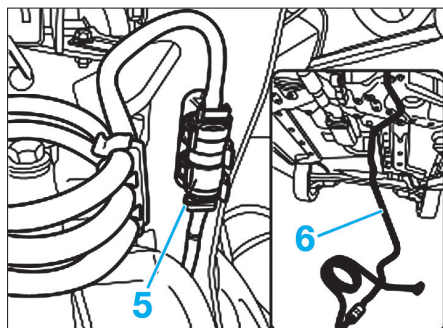

Fig. 17
- Dégager les agrafes de retenue (5) sur la caisse et déposer l'amortisseur anti vibrations du circuit hydraulique d'embrayage avec les tuyaux d'entrée et de sortie (6) (Fig.17).